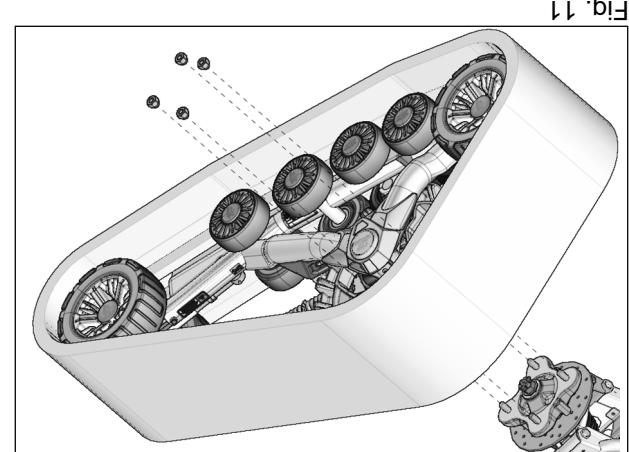

Fig. 11
10. Fixer le système de traction au moyeu de roue du véhicule. Voir la Fig. 11
10. Fixer le système de traction au moyeu de roue du véhicule. Utiliser les écrous de roue d'origine du arrière. Vérifier que les écrous de roue sont serrés au couple recommandé: 75 N·m [55 lb·pi]. Fig. 11